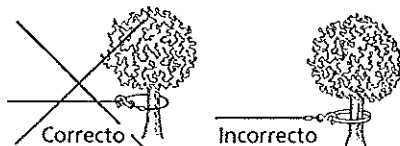

Figura 4
8. **NUNCA ENGANCHE EL CABLE DE ALAMBRE SOBRE SÍ MISMO.** Use una eslinga de nilón (N° de Pieza Superwinch 1509). Enganchar el cable sobre sí mismo puede dañarlo (Figura 4).